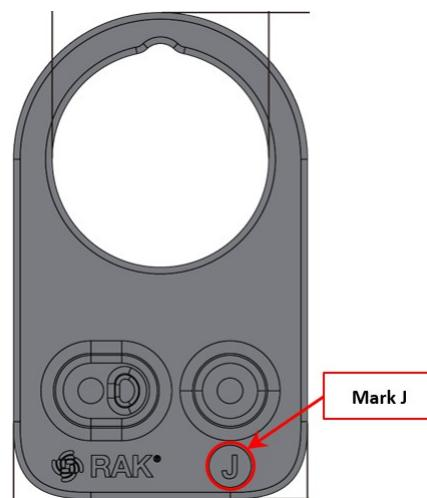

Abbildung 37: Mit dem Buchstaben J gekennzeichnetes Befestigungszubehör
1. Verwenden Sie für die Klettverschlussbefestigung ein (1) Befestigungszubehörteil mit einer Markierung, die mit dem Buchstaben **J** gekennzeichnet ist, wie in **Abbildung 37** dargestellt.